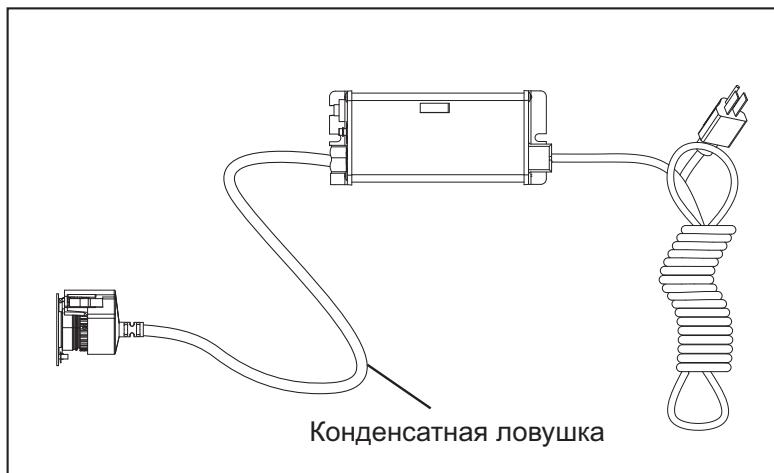

Рисунок 6 Конденсатная ловушка
- Контроллер следует установить над УФ-камерой или рядом с ней. Всегда устанавливайте контроллер в горизонтальном положении для предотвращения стекания влаги по шнурам, что может привести к угрозе возгорания. Настоятельно рекомендуется установить конденсатные ловушки на все шнуры, присоединенные к контроллеру. См. Рисунок 6.